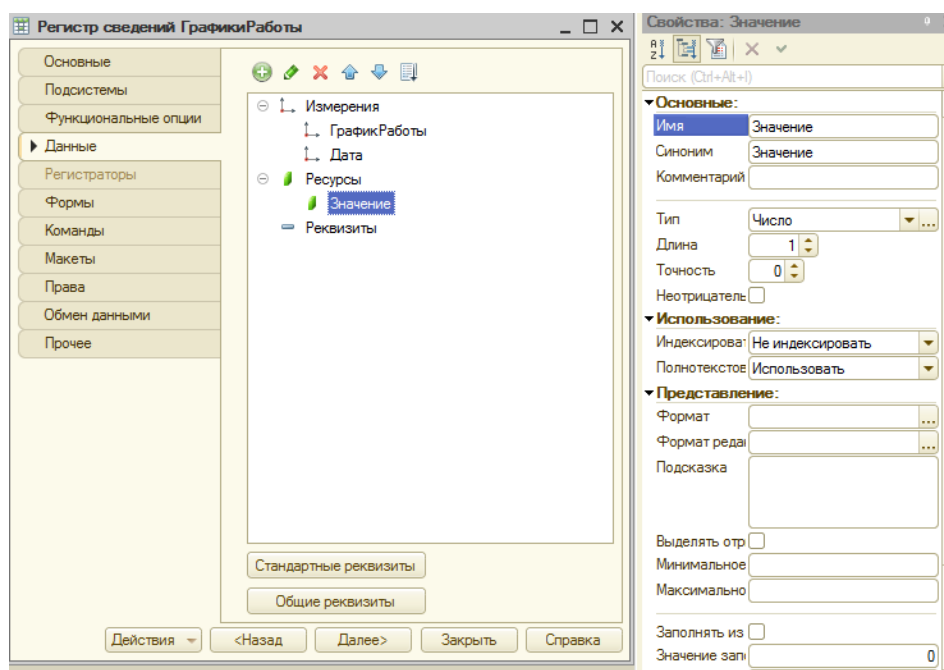

Рисунок 25.5 – Регистр сведений «Графики работы»
2.4 Затем создадим единственный ресурс регистра – **Значение** с типом **Число**, длиной 1 (рисунок 25.5). На закладке **Подсистемы** укажем, что регистр сведений будет отображаться в подсистеме **РасчетЗарботнойПлаты**. Теперь заполним регистр сведений **ГрафикиРаботы** данными о рабочих днях июля графика мастеров.